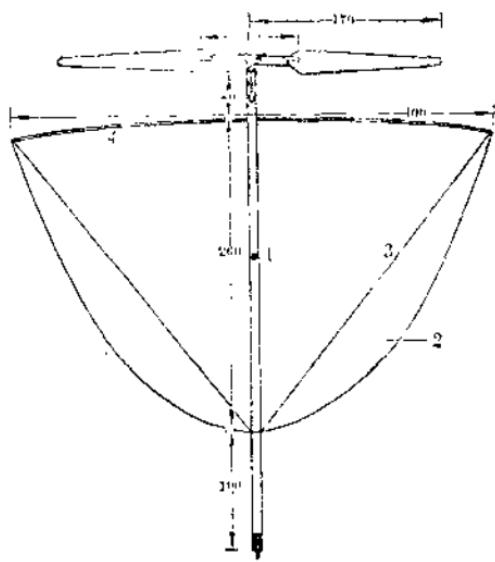

图 5
1. 重心位置，挂上橡筋后模型的重心应在图中所标的位置上（图 5）；ii. 螺旋桨两边的重量要相等，桨叶角度要准确（可用马粪纸剪两只 20° 与 8° 的角度卡板来测量桨叶角）；iii. 融合桨要能自由灵活转动，不要太紧或太松；iv. 不挂橡筋时全机重量应在 8 克左右，不能太重，超过 9 克的话就会影响飞升高度。